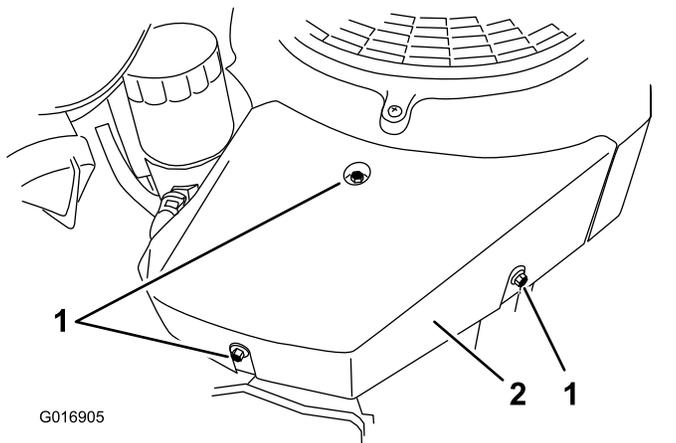

Figure 72
3. Déposez le carénage droit en retirant la vis de fixation supérieure et en desserrant les 2 vis latérales (Figure 72).